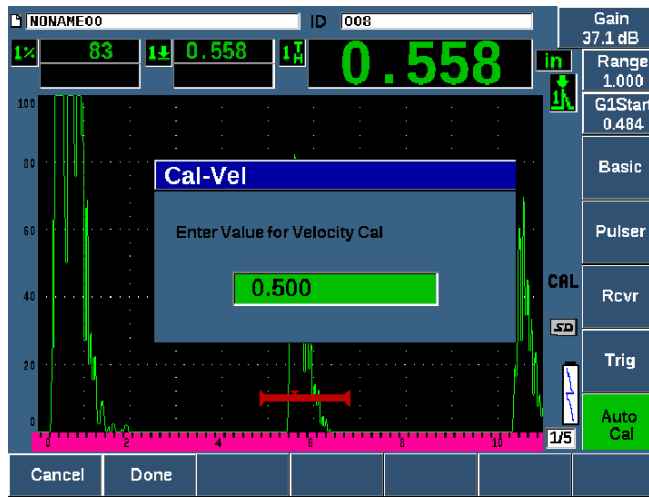

Figura 3-16 Il valore Taratura velocità
13. Usare la manopola o le frecce per regolare il valore visualizzato in base allo spessore appropriato. Per questo esempio il trasduttore è accoppiato a uno spessore di 12,5 mm (vedere Figura 3-16 a pagina 89).